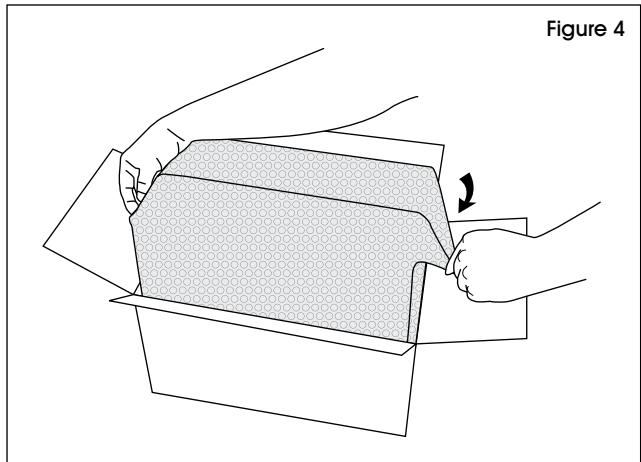

Figure 4
5. Slightly lift liner out of box, tuck edges, then lower the liner into place. (See Figure 4)
5. Soulevez légèrement le revêtement hors de la boîte, rentrez les côtés, puis abaissez le revêtement en position. (Voir Figure 4)